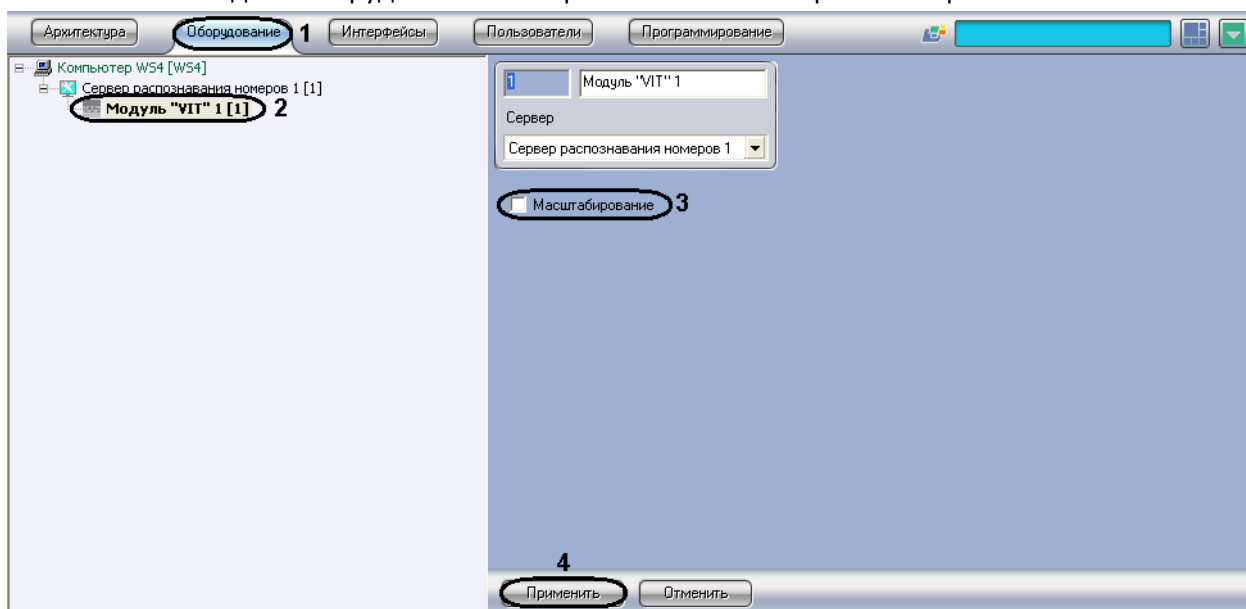

Рис. 7.2—6. Настройка программного модуля «VIT»
2. В дереве объектов на вкладке «Оборудование» выбрать объект «Модуль „ VIT“», соответствующий настраиваемому программному модулю «VIT» (Рис. 7.2—6, 2). В правой части вкладки «Оборудование» отобразится панель настройки выбранного объекта.
3. Для повышения скорости распознавания номеров у мегапиксельных видеокамер без потери качества распознавания установить флажок «Масштабирование» (см. Рис. 7.2—6, 3).